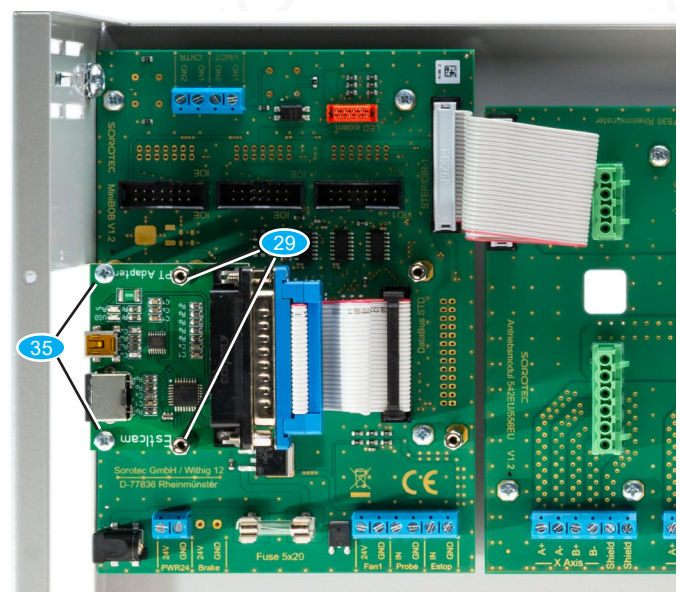

Bild 12: Montiertes Adaptermodul, hier für Estlcam
- Montieren Sie das Adaptermodul mit Zylinderschrauben **35** und Distanzhülsen M3 x 20 **29** auf das C3 Bob, wie in Bild 12 gezeigt.